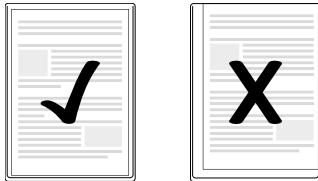

Fig. 1
- ▶ Tenga en cuenta que todos los bordes del documento deben estar a una distancia mínima de dos milímetros con respecto al borde de la funda de plástico de la manera indicada en la fig. 1.
- Tenga en cuenta que todos los bordes del documento deben estar a una distancia mínima de dos milímetros con respecto al borde de la funda de plástico de la manera indicada en la fig. 1.